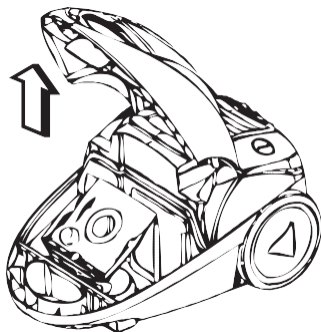
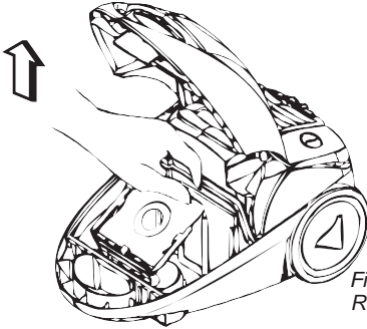

Figure 10
Figure 11
1. Lorsque le témoin lumineux 'Sac à poussière Plein' passe au rouge, il faut remplacer immédiatement le sac à poussière; voir la figure 10.
3. Ouvrez le couvercle en tirant sur le mécanisme d'ouverture. Retirez le sac à poussière, voir la figure 10. Retirez de l'appareil le support du filtre d'entrée, lequel se trouve derrière le sac à poussière; voir la figure 11.